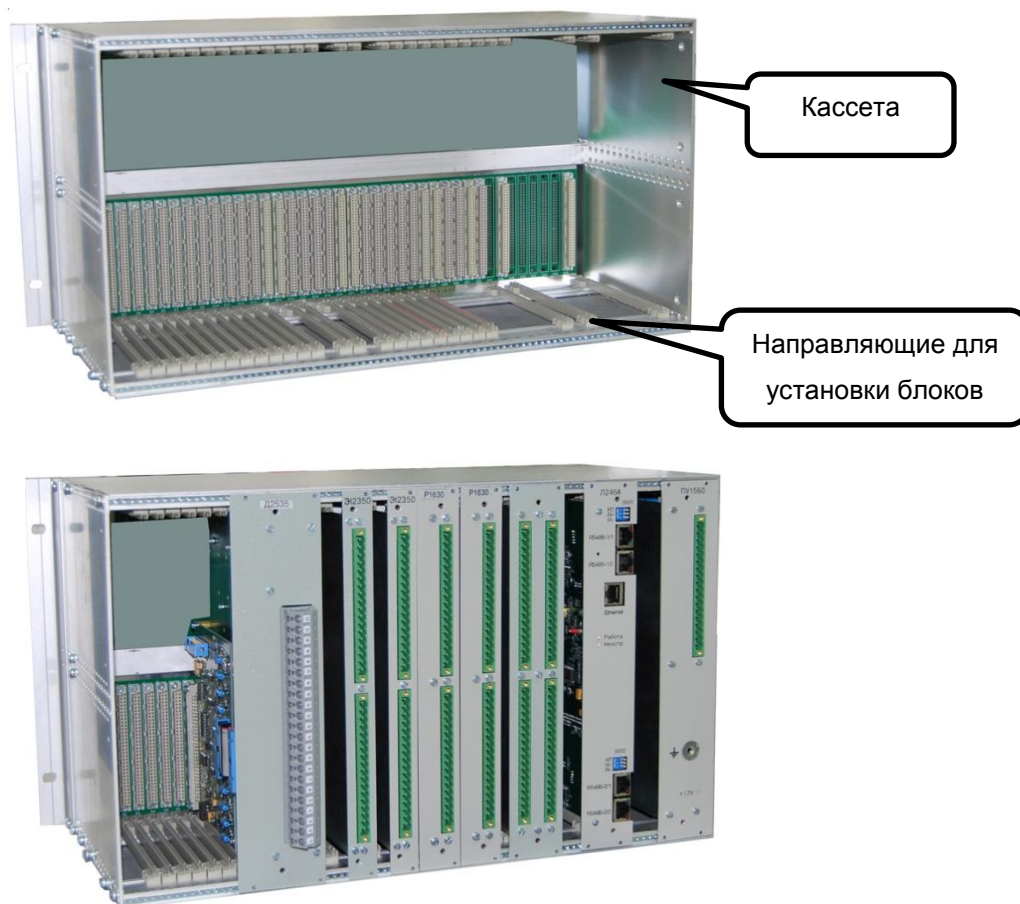

Рисунок 4 – Расположение блоков в кассете
1.3 Терминалы серии ЭКРА 200 (см. рисунок 3) выполняются в виде кассеты с набором унифицированных блоков, защищенных от внешних воздействий металлическими плитами (см. рисунок 4). Конструктивные исполнения терминала приведены в таблице 1.
Блоки устанавливаются в кассету по направляющим с задней стороны терминала (см. рисунок 4). Блок индикации (лицевая плата с органами индикации и управления) устанавливается с передней стороны терминала. Блок преобразователя и блок связи устанавливаются в блок логики.